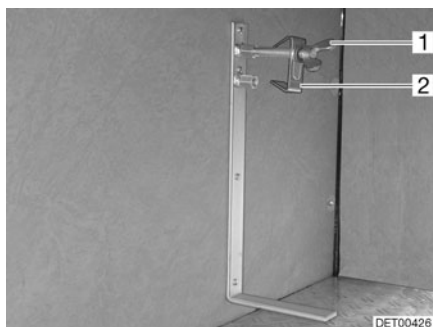

Fig. 194 Soporte para rueda de repuesto
- Soltar el tornillo (Fig. 194,1) y quitarlo junto con el centrador (Fig. 194,2).